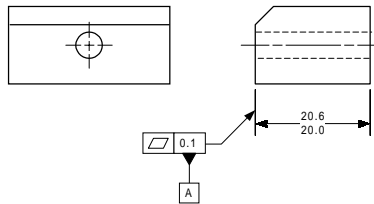

Figura 2
23. En la Figura 2, el datum A es . . .